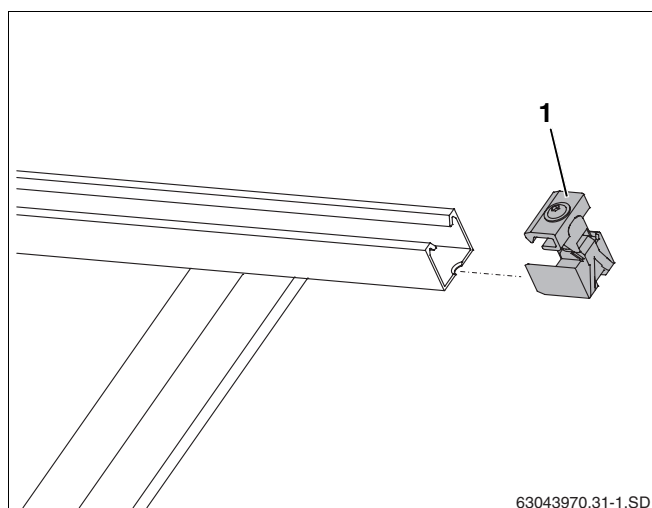

Fig. 45 Deslizar el tensor unilateral del colector
- Deslice el tensor unilateral del colector (fig. 45, **pos. 1**) en los perfiles guía del extremo derecho del campo de colectores hasta que encaje en el primer orificio ovalado del perfil guía.